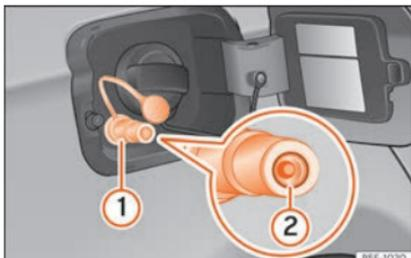

Abb. 305 Geöffnete Tankklappe: Gas-Einfüllstutzen ①, Dichting des Einfüllstutzens ②.
- Öffnen Sie den Gas-Einfüllstutzen » » **Abb. 305 ①**.